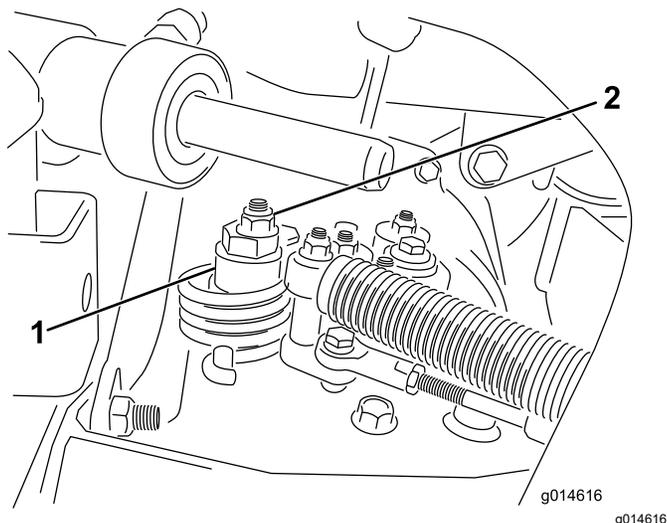

Рисунок 42
- A. Ослабьте контргайку крепления эксцентрика к верхней части гидростата (Рисунок 42).
- C. Поворачивайте эксцентрик до тех пор, пока не прекратится медленное вращение колеса в любом направлении. Когда колесо перестанет вращаться, затяните гайку, которая фиксирует эксцентрик и регулировку (Рисунок 42). Проверьте регулировку при положениях дроссельной заслонки МЕДЛЕННО и БЫСТРО.